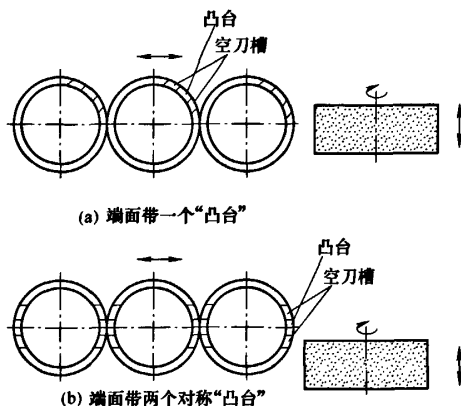

图 1
(1) 卧式往复平面磨床 M7130 对带“凸台”端面分刀多次磨削 如图 1 所示,多个产品成一直线摆放在工作台上,磨削端面上带一个“凸台”产品时,使所有的“凸台”旋转到一定的角度,砂轮在磨削时避开空刀槽,磨削“凸台”端面的大部分平面,然后使产品全部旋转一定角度,使“凸台”朝向另一方向,磨削同一端面的剩余部分平面;磨削端面上带有两个对称“凸台”的产品时,先磨“凸台”一侧平面,再磨“凸台”另一侧端面。